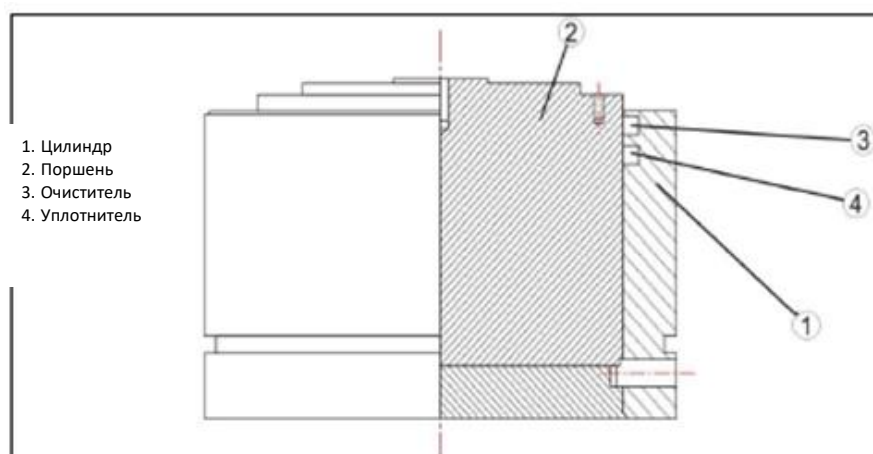

Рисунок 8. Поршень в сборе
**Гидроцилиндр в сборе:** Поршень, установленный в раме, перемещается только вверх в вертикальном направлении. Рама оснащена одним подвижным загрузочным цилиндром в сборе (см. Рисунок 8). Диаметр поршня изменяется в зависимости от максимальной мощности машины. Между цилиндром и поршнем, установленным на цилиндре, имеется коаксиальное уплотнение из ПТФЭ с низким коэффициентом трения.